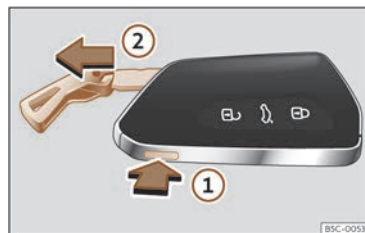

Abb. 73 Fahrzeugschlüssel: Schlüsselbart herausziehen.
- Drücken Sie die Taste >>> (Abb. 73) ①, um die Öse als Schlüsselband freizugeben und den Schlüsselbart herauszuziehen ②. Durch leichten Druck auf die Öse wird diese als Schlüsselband freigegeben.
- Zum Entriegeln drücken Sie die Taste >>> (Abb. 73) ①. Halten Sie die Taste ① gedrückt und ziehen Sie gleichzeitig die Öse in Pfeilrichtung >>> (Abb. 73) ②, um den Schlüsselbart vollständig herauszuziehen.